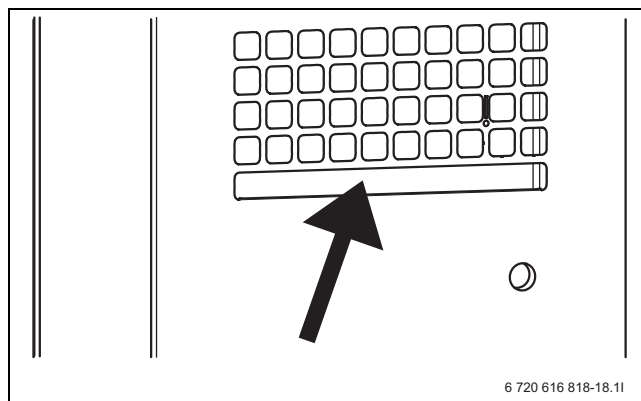

Bild 51
- ▶ Rensa smuts och löv från facket vid förångaren på värmepumpens baksida (→ Bild 51).